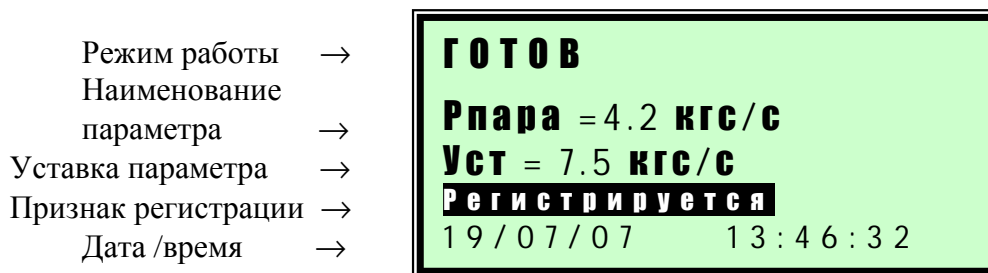
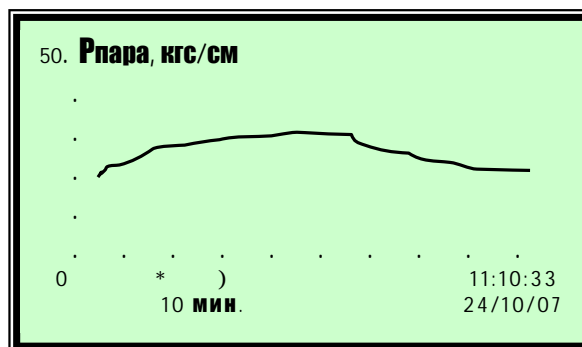

Рисунок 1 - Содержание экрана дисплея контроллера с опцией регистратора
Рисунок 2 – Графический режим отображения регистрируемого параметра
3.3 Смена режимов отображения регистрируемого сигнала производится кнопкой «-». При этом режим отображения циклически изменяется в следующей последовательности: обычный текстовый режим (рисунок 1) → графический режим (рисунок 2) → табличный режим (рисунок 3).
3.4 Для оперативного просмотра архивных значений регистрируемых параметров в режимах работы контроллера «ГОТОВ» или РАБОТА» выберите при помощи кнопок «↑» или «↓» отображение необходимого параметра, убедитесь, что присутствует надпись «Р е г и с т р и р у е т с я » и нажмите кнопку «-». При этом режим отображения информации сменится на графический и на дисплей контроллера выведется график с зарегистрированными значениями сигнала (рисунок 2).
Для возврата к обычному текстовому режиму отображения параметра (рисунок 1) нажмите на кнопку «-».